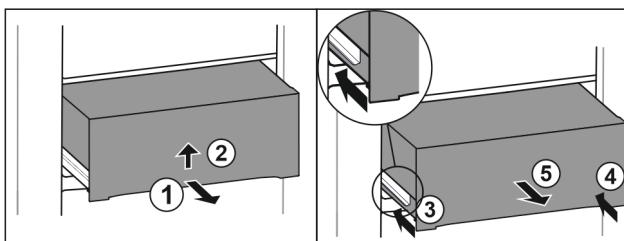

Fig. 50
- Витягніть ящик на половину. Fig. 50 (1)
- Підняти висувний ящик за нижній бік. Fig. 50 (2)
- Вставити ліву рейку. Fig. 50 (3)
- Вставити праву рейку. Fig. 50 (4)
- Вийняти висувний ящик рухом вперед. Fig. 50 (5)